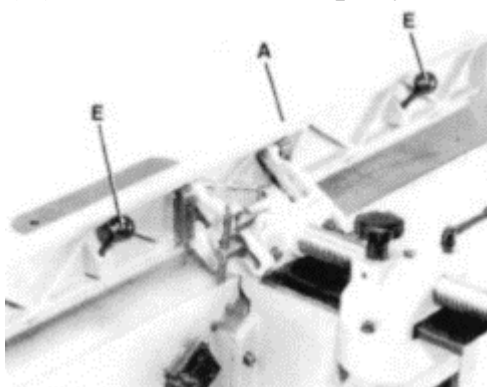

Рис. 17 Монтаж ручек регулировки ограждения
3. Ввинтите две ручки регулировки ограждения (Е), Рис. 17, в заднюю часть ограждения (А), как показано на рисунке.